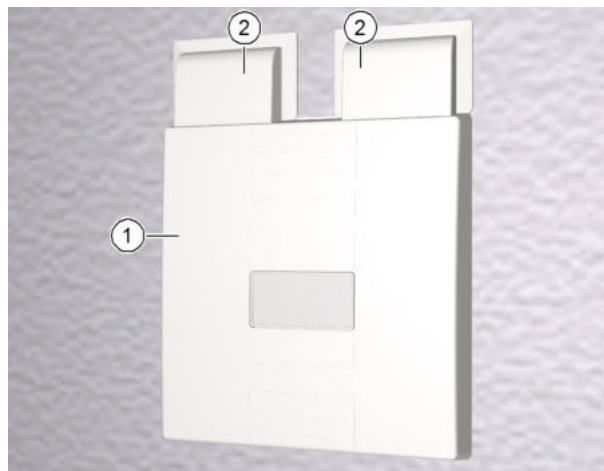

Abb. 32: Lüftungsgerät eingebaut
- Die Installation des Lüftungsgeräts (Pos. 1 in Abb. 32) im Mauerkasten ist in der „Montageanleitung Lüftungsgerät M-WRG-S und M-WRG-K“, Art.-Nr. 5300-10 beschrieben.
- Die Installation der Kanaladapter (Pos. 2 in Abb. 32) ist in der „Montageanleitung M-WRG-KA/UP“, Art.-Nr. 5300-30 beschrieben.